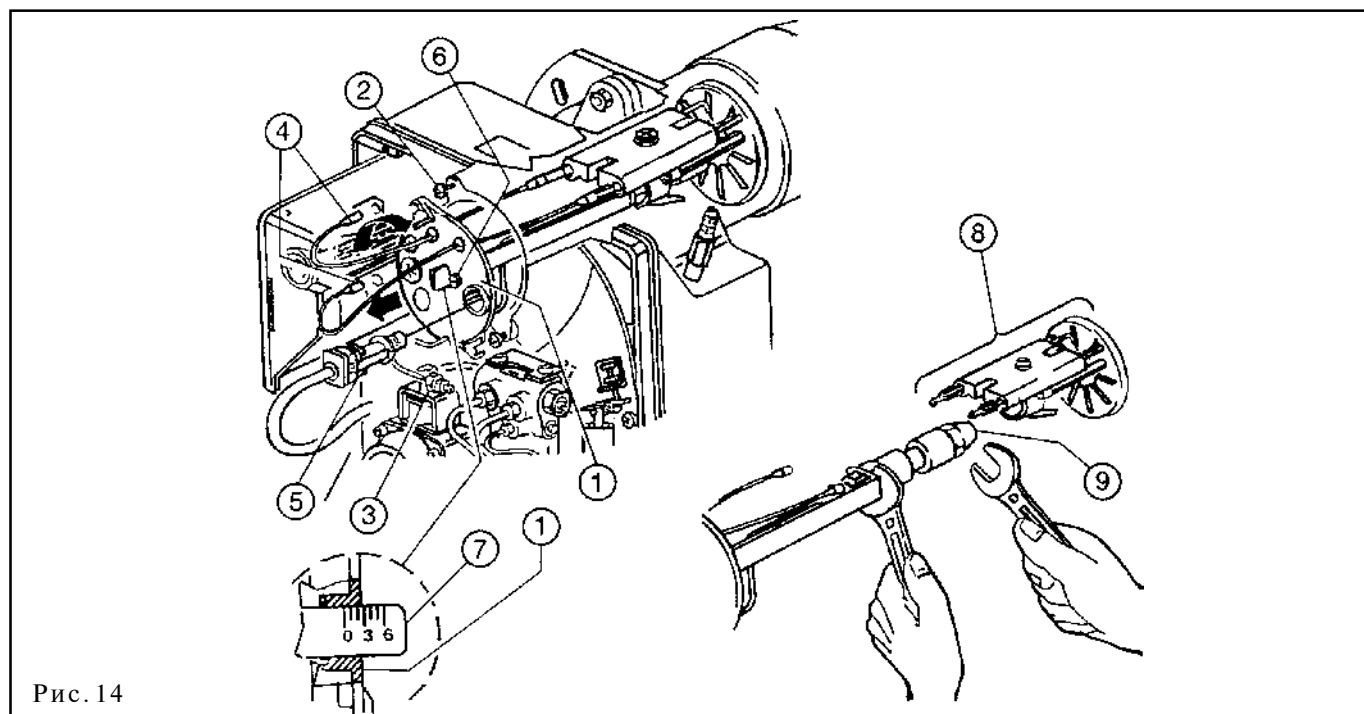

Рис. 14
форсункодержателю 1 (см. рис. 14);
- навинтить форсунку 9, как показано на рис. 14.
Зависит от расхода горелки и делается с помощью винта 6 до тех пор, пока необходимая цифра на настроечной линейке 7 не совпадет с плоскостью 1 группы форсункодержателя (см. рис. 14).
На рис. 14 головка регулируется для расхода 3,5 галлон/ч, 12 бар. Настроечная линейка 7 находится в положении 2,5 (Таблица 2).